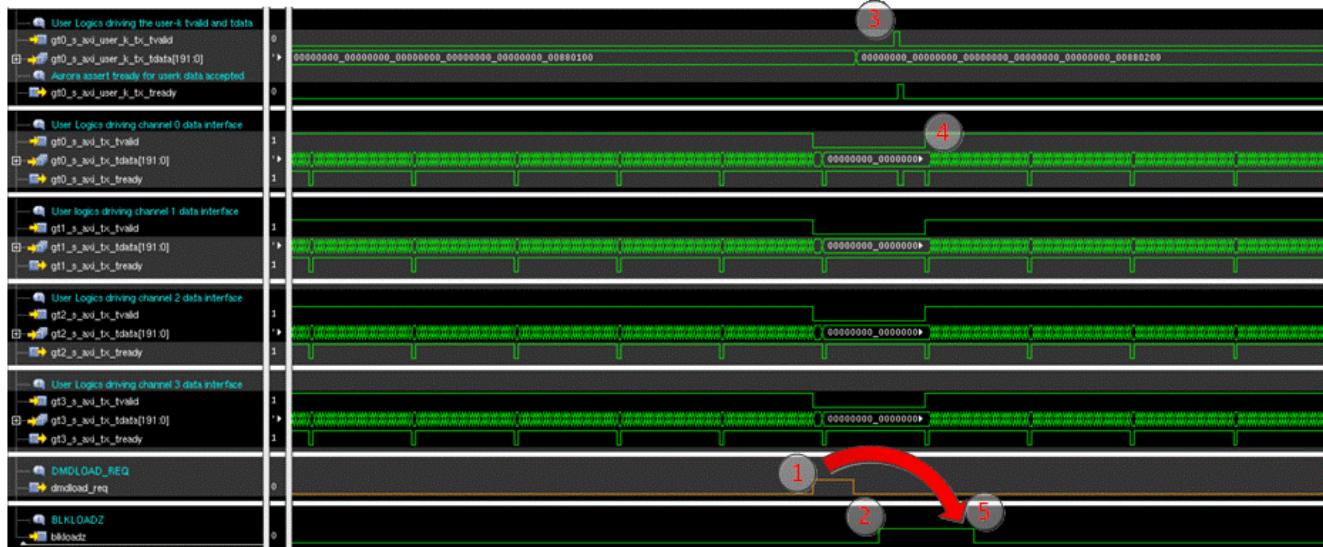

图 7-5. 块 DMDLOAD_REQ 置为有效结束后跟新块控制字的波形
- 请参阅图 7-5。在大多数情况下，当 APPS FPGA 用户逻辑完成当前数据块的传输后，该用户逻辑可能会发现 DLPC964 控制器仍在将前一个块加载到 DMD 中（即 BLKLOADZ 为低电平）。如果发生这种情况，APPS FPGA 仍可以在 BLKLOADZ 为低电平时将 DMDLOAD_REQ 置为有效。DLPC964 控制器将检测和存储 DMDLOAD_REQ 请求，并在前一个数据块的传输完成后立即执行数据加载。
- DLPC964 控制器具有两个数据块缓冲器 - 一个用于从 APPS FPGA 接收传入的 Aurora 数据块，另一个用于保存前一个数据块以将数据流式输出到 DMD。APPS FPGA 必须小心谨慎，以避免使这两个缓冲器溢出。请参阅图 7-5。在完成块数据的 Aurora 数据传输并将 DMDLOAD_REQ 信号置为有效后，APPS FPGA 必须等待 DLPC964 控制器将 BLKLOADZ 置为无效（即 BLKLOADZ 从低电平转换为高电平），然后再启动下一个块数据传输。BLKLOADZ 置为无效表明 DLPC964 控制器已完成了前一个块的 DMD 数据加载操作，并且释放了数